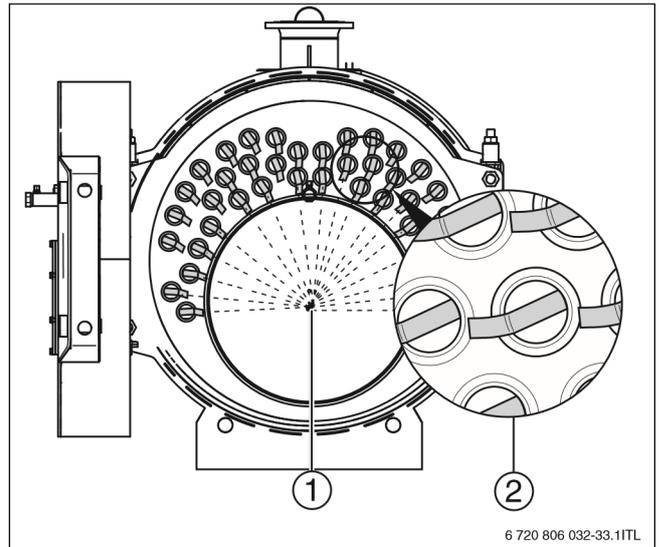

Рисунок 26 Установка турбулизаторов
▶ Устанавливайте турбулизаторы так, чтобы все концы (→Рисунок 26, [2]) были направлены к середине камеры сгорания.